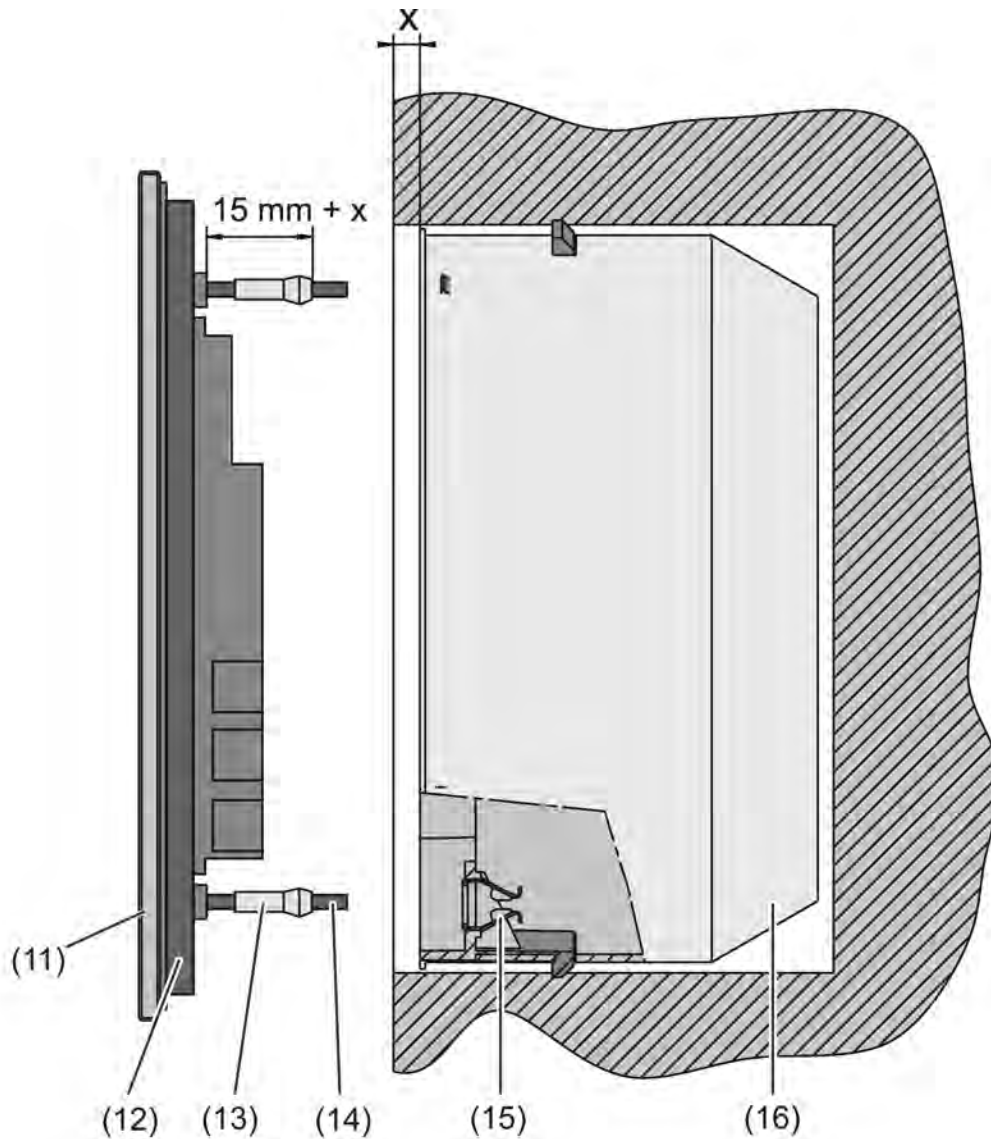

Bild 4: Befestigung auf Unterputz-Einbaudose
- Wenn erforderlich, Putzausgleich ausmessen (Bild 4). Die Verstellung der Haltezapfen (13) auf den Gewindestiften (14) erlaubt bei tiefer sitzenden Einbaudosen einen Putzausgleich bis zu 20 mm. Die Haltezapfen um den Putzausgleich **x** heraus-schrauben, so dass diese einen Abstand von 15 mm + x von der Buchse für die Gewindestifte aufweisen.